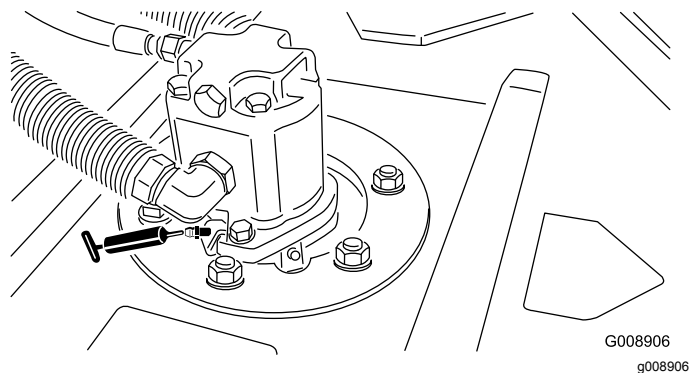

Рисунок 35
- Подшипники шпинделя режущего блока (по 2 шт. на режущий блок)—Рисунок 35